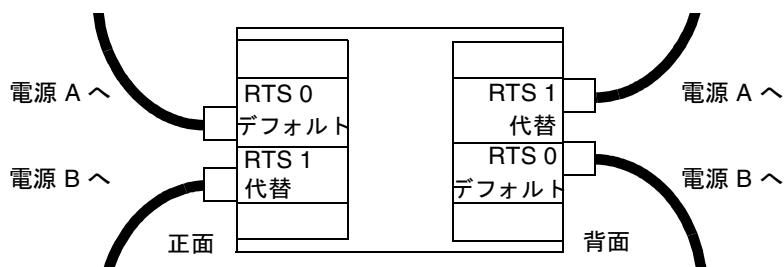

図 3-9 2 つの RTU アセンブリおよび 2 つの独立した AC 電源での構成
- 2 つの RTU アセンブリおよび 2 つの独立した AC 電源を使用する構成では、システムの正面に 2 本、背面に 2 本の計 4 本のケーブルを接続します（図 3-9）。
10. 各電源ケーブルのもう一方の端を、専用のコンセントに接続します(図 3-9)。
**注** – Sun Fire キャビネットの高さは、42.86 ラックユニット (RU) です。RTU アセンブリの高さは、3 RU です。